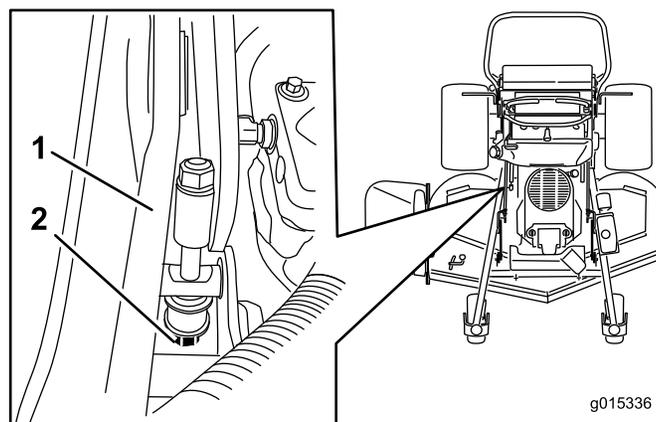

Figura 88
5. Se as medidas não estiverem correctas, localize a barra da altura de corte no lado direito da máquina (Figura 88).
6. Ajuste o parafuso até que as pontas da lâmina correspondam a 7,6 cm (Figura 88).